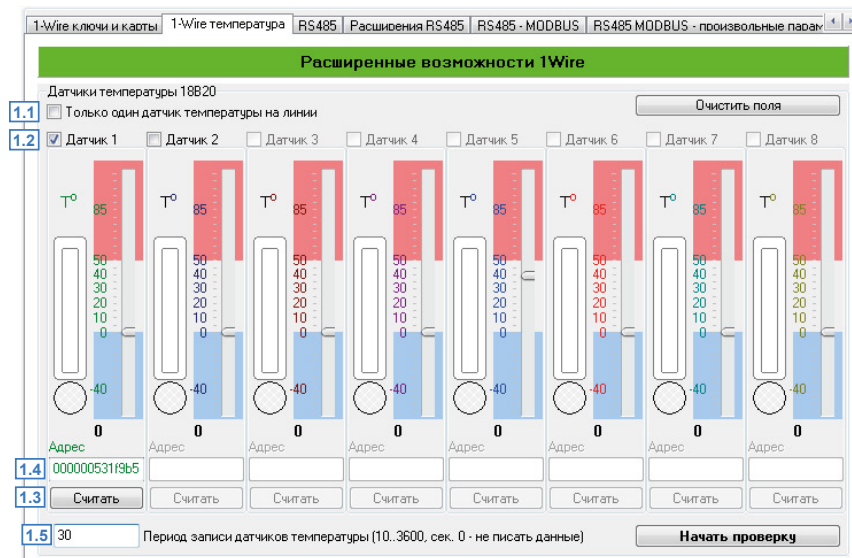

Рис.36. Вкладка «1-Wire температура».
- Для того чтобы разрешить подключение только 1 датчика температуры с произвольным адресом к контроллеру «АвтоГРАФ», необходимо включить в контроллере опцию «Только один датчик температуры на линии» (**Рис.36, п.1.1**).
- включить опцию «Датчик 1» (**Рис.36, п.1.2**);
- нажать кнопку «Считать», расположенную в секции настраиваемого датчика (**Рис.36, п.1.3**). Кнопка активна при включенной опции «Датчик 1 (2-8)». Адрес подключенного датчика будет считан в программу (**Рис.36, п.1.4**)
- Задать период записи показаний датчиков температуры 1-Wire в поле «Период записи датчиков температуры (сек)» (**Рис.36, п.1.5**). Диапазон допустимых значений 10..3600, 0 – не писать данные.
- Начать проверку подключенных датчиков, нажав кнопку «Начать проверку». Программа начнет опрос тех датчиков, для которых заданы адреса и работа с которыми разрешена в настройках (установлены галочки в поле 1.2 (Рис.36)).